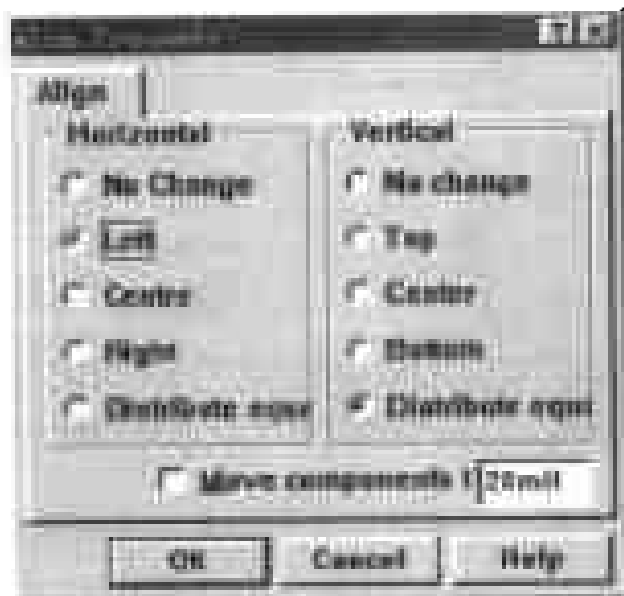

图 7-54 设置对象对齐的对话框
(11) 选择 Tools > Align Components > Align, 弹出如图 7-54 所示的对话框。在对话框的 Horizontal 选区中单击 Left 单选钮, 设置对象在水平方向上左端对齐; 在 Vertical 选区中单